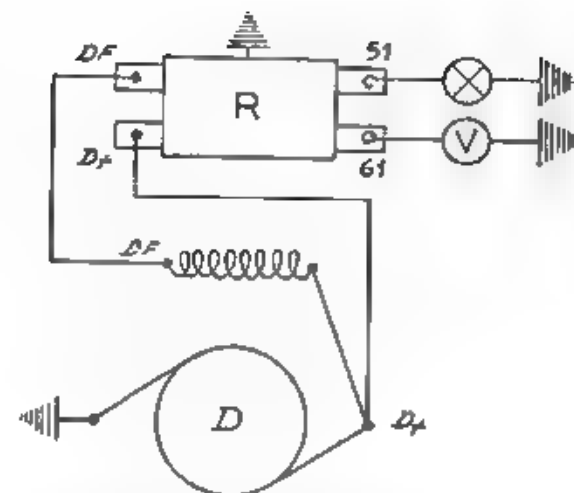

Fig. 123 - Schema prova tensione e giri di attacco.
c) Tensione e giri di attacco: Collegare i morsetti D+ e DF della dinamo con i corrispondenti del regolatore. Collegare il voltmetro tra il « 61 » del regolatore e la massa ed una lampadina spia tra il « 51 » e la massa (fig. 123).